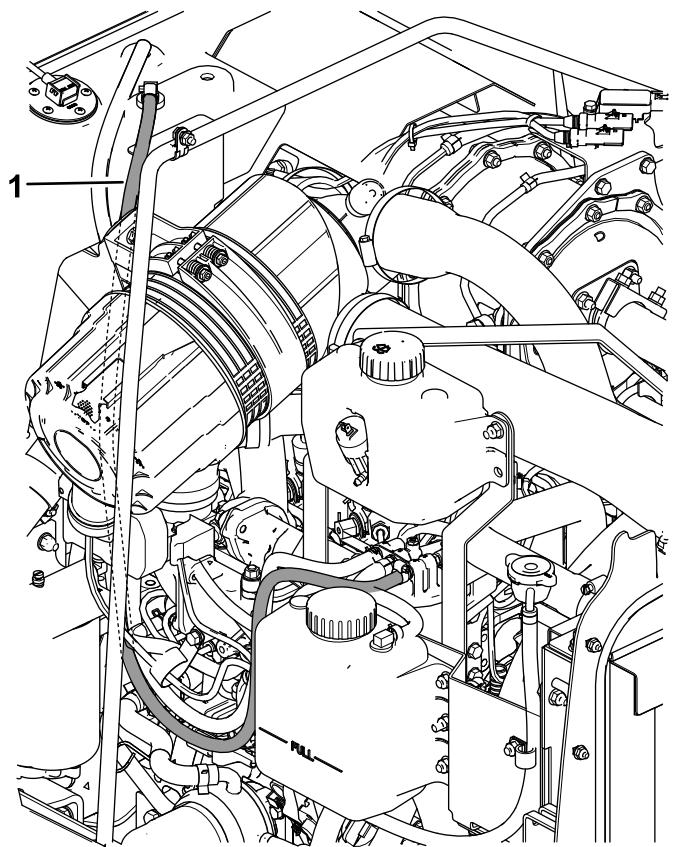

Figura 2
1. Retire la manguera de combustible existente indicada en la Figura 2.